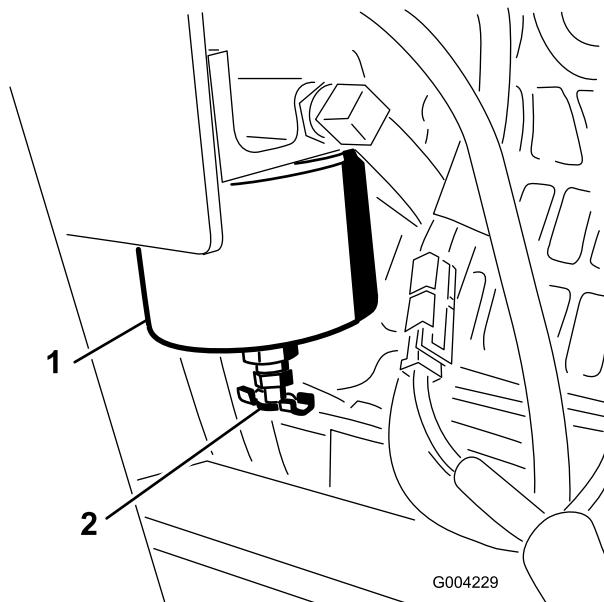

Figura 37
Drene el agua y otros contaminantes del filtro de combustible/separador (Figura 37) de agua a diario.
1. Localice el filtro de combustible en el lado derecho del motor (Figura 37), y coloque debajo un recipiente limpio.
1. Limpie la zona de montaje del cartucho del filtro (Figura 37).
2. Retire el cartucho del filtro y límpie la superficie de montaje (Figura 37).
4. Instale el cartucho del filtro a mano hasta que la junta entre en contacto con la superficie de montaje, luego gírelo media vuelta más (Figura 37).